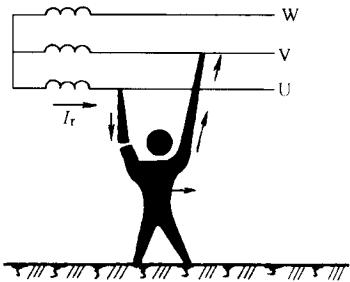

图 1-3 两相触电
(2) 两相触电。人体的不同部位同时接触两相电源带电体而引起的触电叫两相触电，如图 1-3 所示。这时无论电网中性点是否接地，人体与地是否绝缘，人体都会触电。在这种情况下，电流由一相导线通过人体流至另一相导线，人体将两相导线短接，人体所承受的线电压比单相触电时高，故两相触电比单相触电更危险。